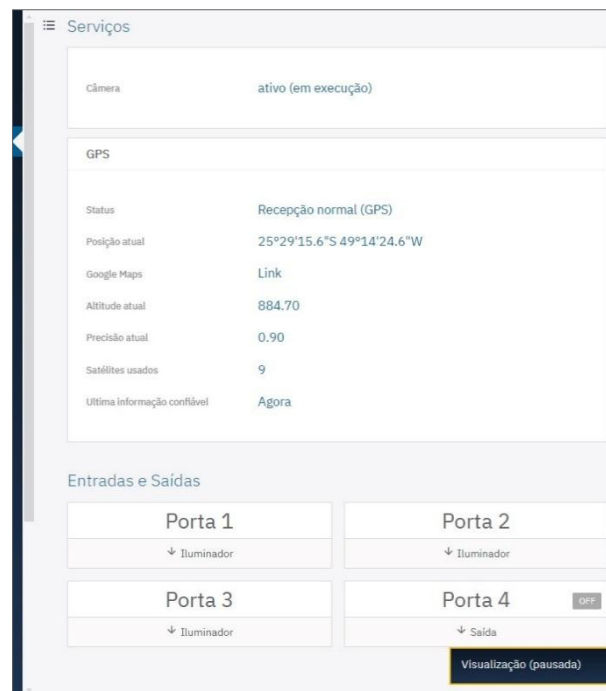

Figura 8 - Dados disponíveis sobre o Estado Atual dos Serviços de Câmera e GPS* e das conexões nas portas
* Quando o dispositivo consegue estabelecer comunicação com uma rede GPS, as principais informações da Geolocalização são apresentadas como na Figura 8 acima.